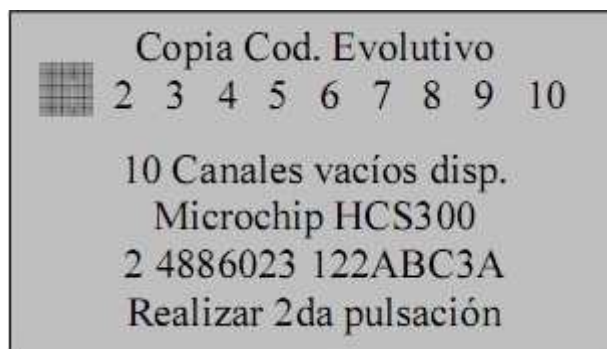

Fig.11
- Colocar o comando original sobre **“Test Area”** e pulsar o canal correspondente do comando original, até que a HCD 900 emita um **“BIP”**. De seguida, o display mostra informação relativa ao comando (incluindo o número de série) e **“Realizar 2ª pulsación”** (fig.11)